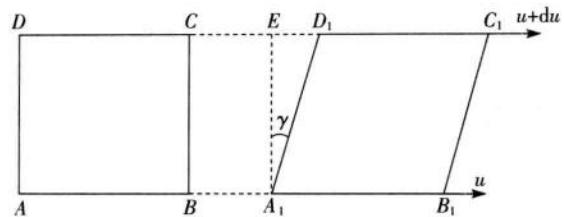

图 1-6 流体的剪切速率与剪切应变相似关系
**2. 牛顿定律的另一种推导** 上面的推导，与纯剪切相似。图 1-6 为一 ABCD 固体平面，DC 面上受剪切力，沿剪切方向产生角变形  $\gamma$ 。用图示来进一步说明牛顿流体的速度梯度与剪切应变的相似关系，经过  $dt$  时间后，A, B, C, D 各点分别移动至  $A_1B_1C_1D_1$ ，由图 1-6 可知：